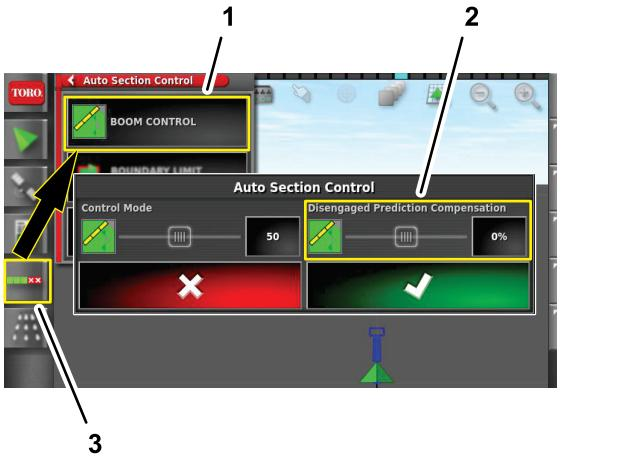

Figure 109
2. Appuyez sur l'icône COMMANDE DE RAMPE (Figure 109).